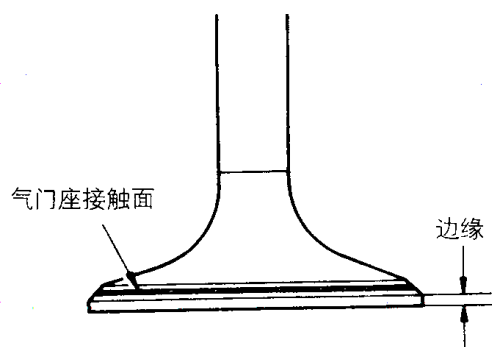

图 2-60 检查气门头边缘厚度
(2) 检查气门接触面是否正常。如果不正常则可用气门表面整修器进行修整，使气门面中心与气门座的接触能保持均匀。
(3) 如图 2-60 所示，检查气门头边缘厚度。进气门头边缘厚度标准值为 1.2mm，排气门头边缘厚度标准值为 2.0mm。进气门头边缘厚度极限值为 0.7mm，排气门头边缘厚度极限值为 1.5mm。如果边缘超过检修极限值，更换气门。